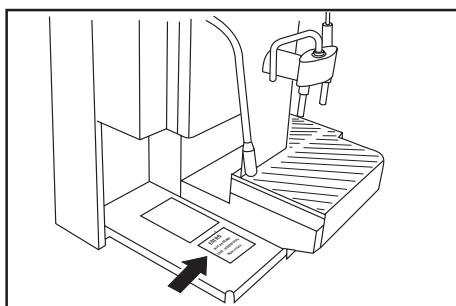
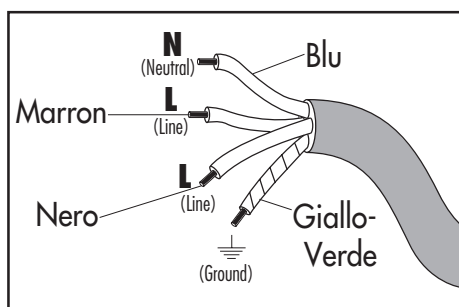

Fig. 1
Fig. 2
- Collegare la macchina ad una linea di tensione adeguata (vedere targhetta dati posta sotto al cassetto dei fondi) (fig.1), seguendo lo schema indicato (fig.2):